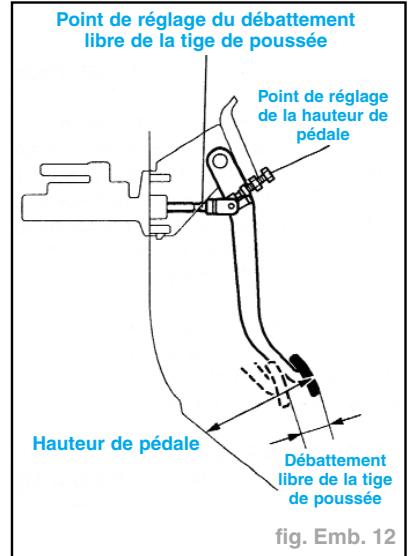

fig. Emb. 12
- Vérifier la hauteur de la pédale (fig. Emb. 12).